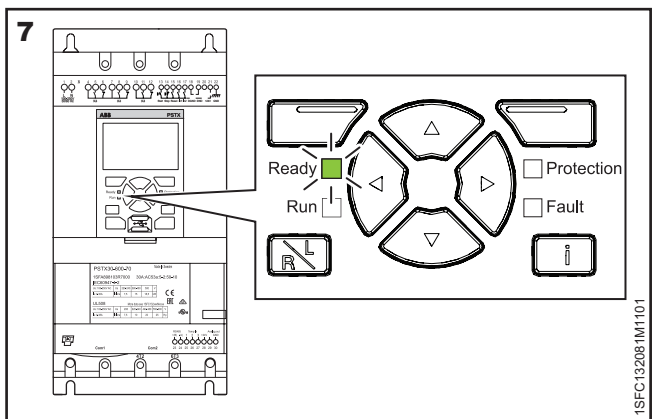

Рис. 7. Мигающий светодиодный индикатор «Ready» (Готовность)
- На панели управления начинает мигать зеленый светодиодный индикатор «Ready» (Готовность), см. **рис. 7**.